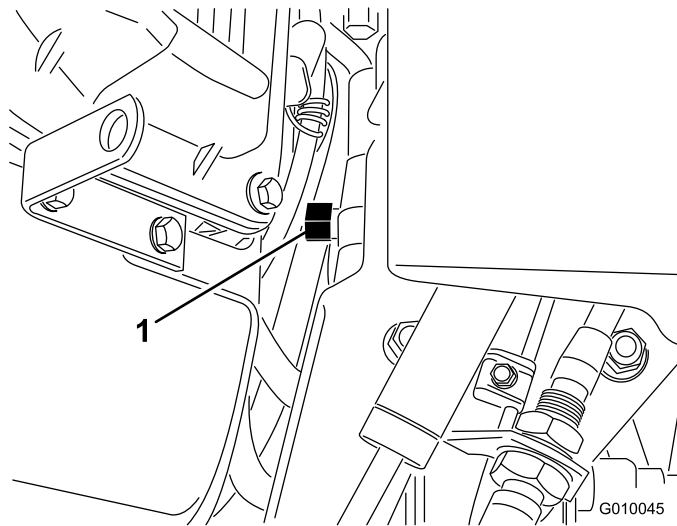

図 30
2. レンチ (5/8") を使ってバイパス・バルブを左回りに 1 回転させる。これで油圧回路がバイパスされ、車輪が自由に回るようになる (図 30)。
4. エアレータの運転を再開するには、バイパス・バルブを右回りに1回転させる (図 30)。